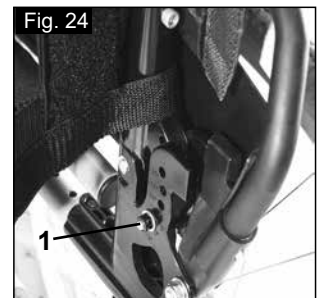

Fig. 24
Der Winkel der Rückenlehne kann auf 6 verschiedene Positionen eingestellt (-5° vorwärts, 0°, 5°, 10°, 15° und 20° rückwärts). Zur Winkeleinstellung, müssen Sie die Schraube (1) entfernen, den gewünschten Winkel einstellen und die Schraube wieder anziehen (Fig. 24).